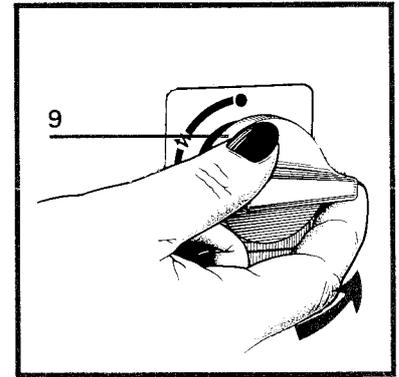

Fig. 12
- 4) Tournez doucement le bouton (9) dans le sens de la flèche jusqu'au repère position plein gaz  (fig.12). L'appareil est prêt à fonctionner. Il s'allumera à l'ouverture d'un robinet d'eau chaude.